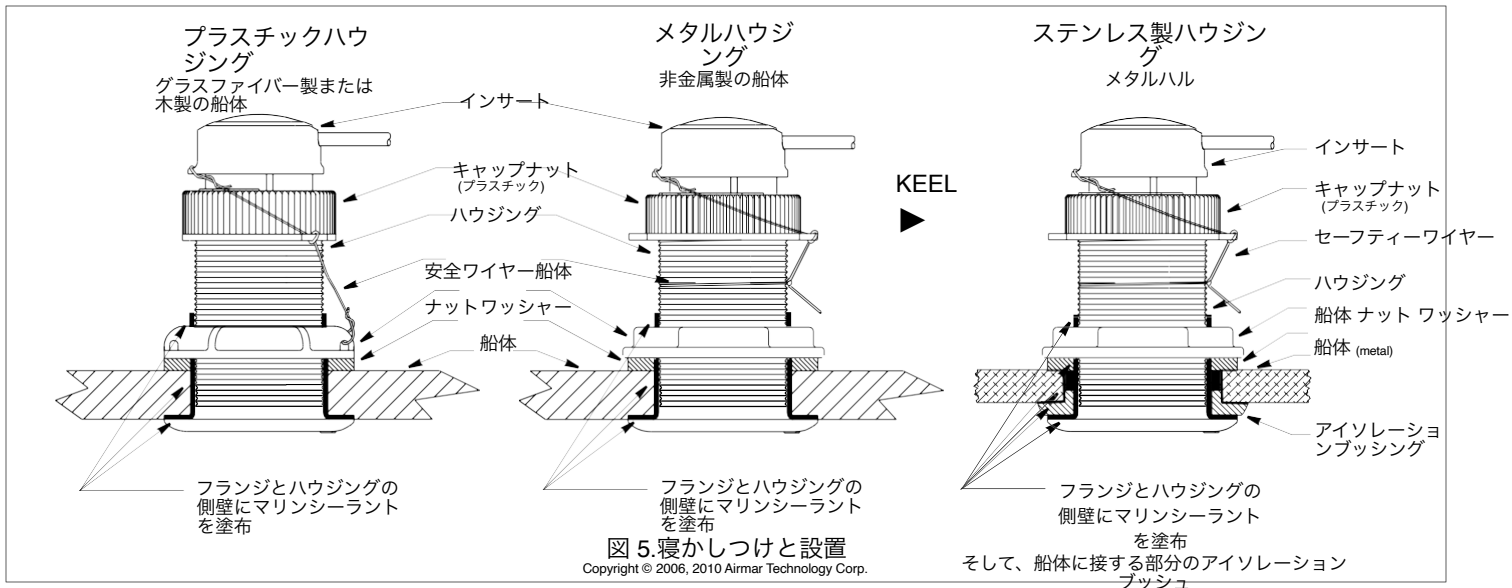

図5.寝かしつけと設置
船体に接触するハウジングのフランジの周り、ハウジングの側壁に、2mm (1/16インチ) の厚さのマリンシーラントを塗布します (図5)。シーリング材は、6mm (1/4インチ) 高く、船体とワッシャーの厚さの合計よりも高い。と船体のナットを取り付けます。これにより、ネジ山にシーラントを入れて船体を密閉し、船体ナットをしっかりと固定することができます。
- 船体の外側から、ねじりながらハウジングを取り付け穴に押し込み、余分なシーリング材を絞り出します (図5)。
8.万が一、袋ナットが故障したり、間違っってねじ込んだりした場合に、インサートが後退するのを防ぐために、安全ワイヤーを取り付けます (図5)。